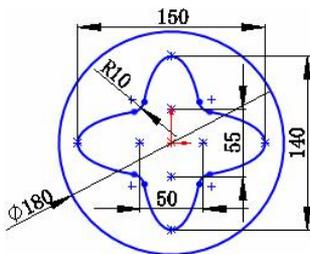

图 1.6.13 爆炸块
Step3. 在设计树中右击  block-1 节点，在弹出的快捷菜单中选中  爆炸块 (E) 命令， block-1 实体解散（此时，块实体又恢复为草图实体），如图 1.6.13 所示。